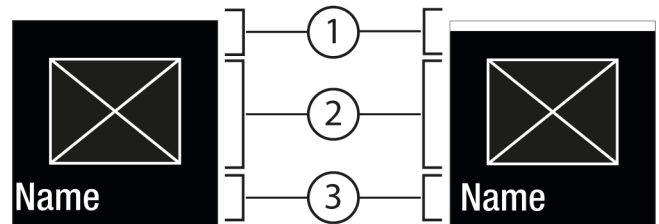
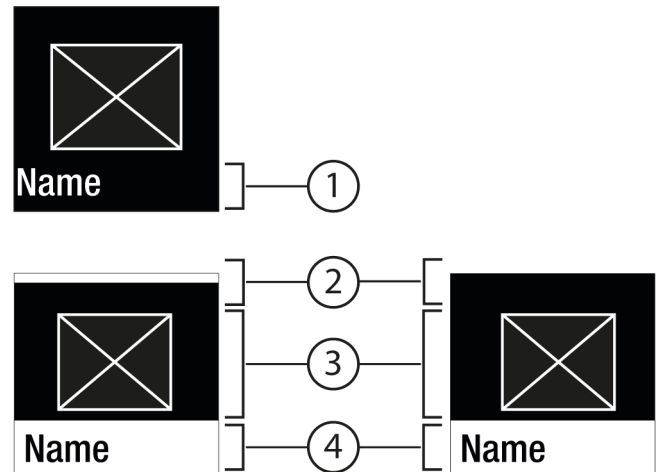

Fig. 6
Fig. 7
- Натиснувши Підтвердити Fig. 5 (2) викликати підменю Fig. 7 (4).
- Налаштувати нове значення: Натиснувши Підтвердити Fig. 5 (2) вибрати деактивоване значення Fig. 6 (1).
- Назад в меню: Натиснувши Підтвердити Fig. 5 (2) вибрати вже активоване значення Fig. 6 (2).
- ▷ Статус: активовано Fig. 6 (1) з'являється скоро в підменю Fig. 7 (4).